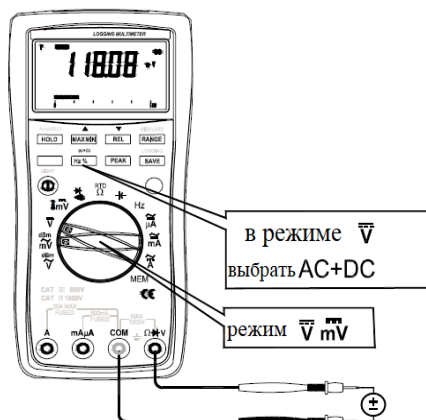

Рис. 14 Режим DCV (пост. напряжение)
2. Измерительные провода соединить со входными гнездами: COM/черный и " $\Omega \bar{V}$ " /красный (**рис.14**).